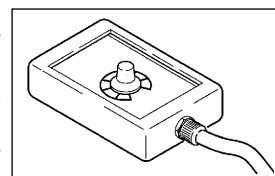

Fig. 6
2.2.2 Fjärrkontroll och RC16-potentiometer för MMA- och TIG-svetsning (Fig. 6)